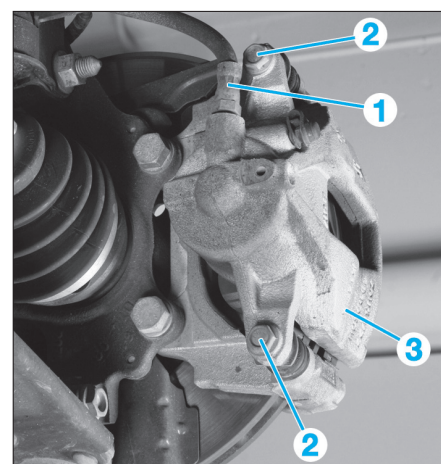

Fig. 5
- Desserrer le flexible de frein (1) de l'étrier (Fig.5).